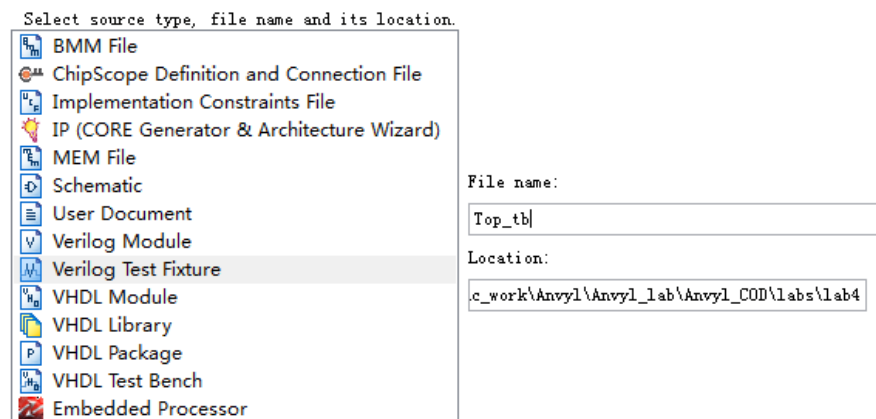

图 14. 添加 Top_tb 仿真测试文件
- 编写 Top 层的 testbench 文件，右键选中 Hierachy 窗口，选择 new source。如图 14 所示，定义 file name 为 Top_tb，在左侧栏中选择 Verilog Test Fixture，点击 Next，选择 Top 模块。自动生成 Top_tb 测试文件。